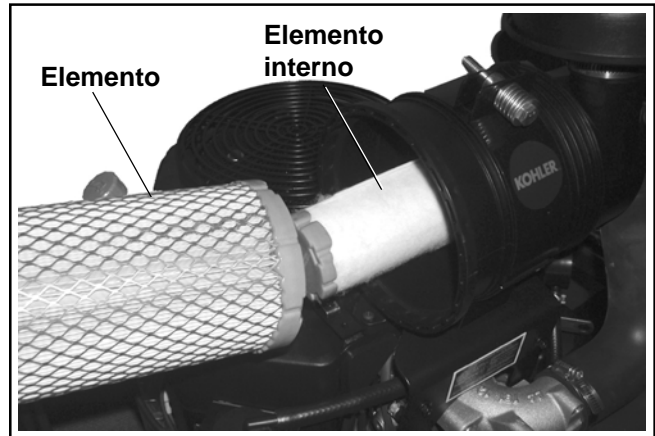

Figura 4-10. Rimozione degli elementi.
2. Estrarre l'elemento del filtro dell'aria dall'alloggiamento. Vedere Figura 4-10.